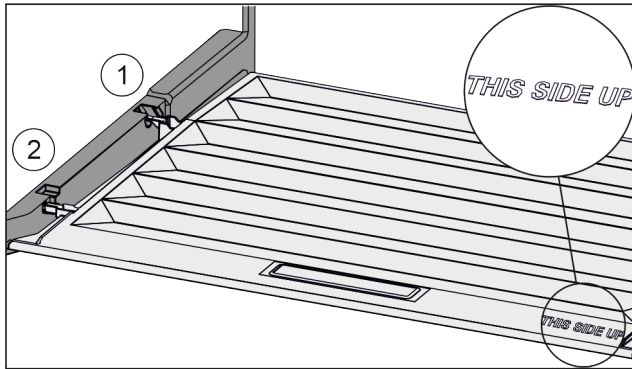

Fig. 110
- ▶ Dekselranden via de opening van de achterste houder Fig. 110 (1) aanbrengen en van voren in de houder Fig. 110 (2) klikken.